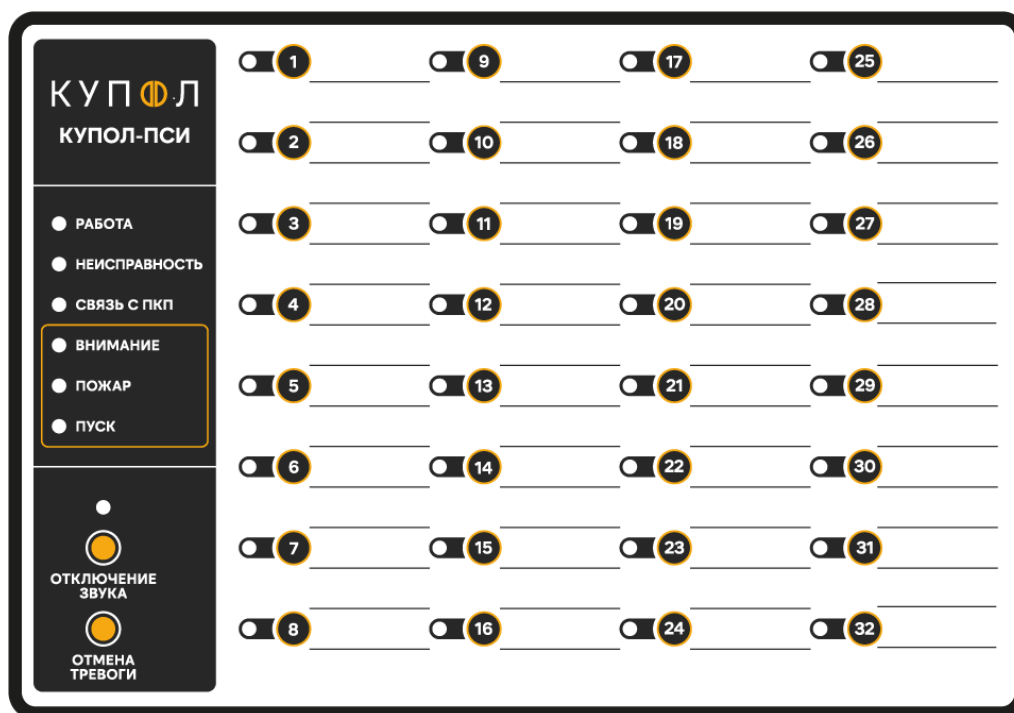

Рис.1. Внешний вид КУПОЛ-ПСИ.
1.3. Внешний вид ПСИ показан на рис.1.